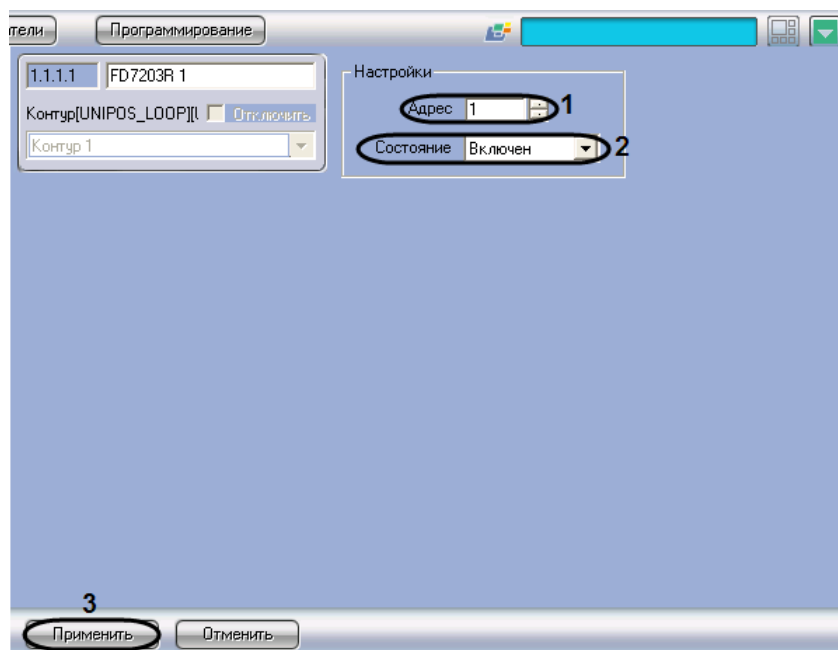

Рис. 3.6-11 Задание параметров адресного модуля FD7203R
1. Перейти на панель настройки объекта **FD7203R** (Рис. 3.6-11).
2. В поле **Адрес** ввести с помощью кнопок **вверх-вниз** адрес модуля *FD7203R* в CAN-сети *ОПС Unipos* (см. Рис. 3.6-11, **1**).
3. Из раскрывающегося списка **Состояние** выбрать состояние (**включен/выключен**) модуля *FD7203R* (см. Рис. 3.6-11, **2**).
4. Для сохранения настроек во внутренней базе данных ПК *ACFA Intellect* нажать кнопку **Применить** (см. Рис. 3.6-11, **3**).